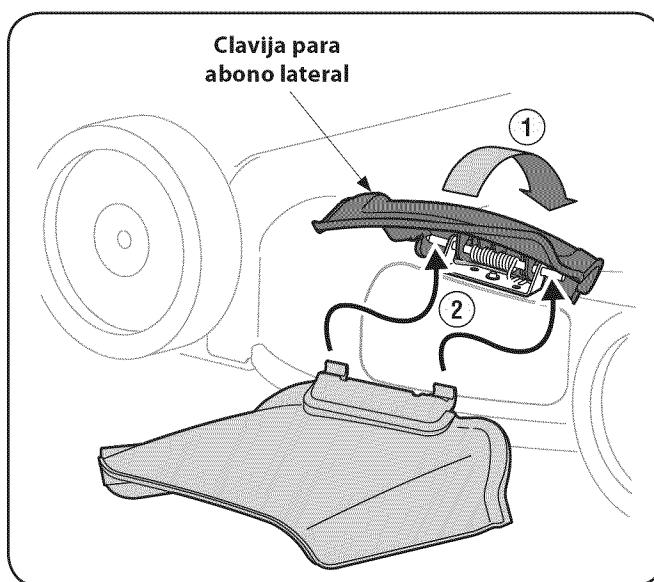

Figure 3-8
1. En el costado de la podadora, levante el adaptador para abono. Vea Figure 3-8.